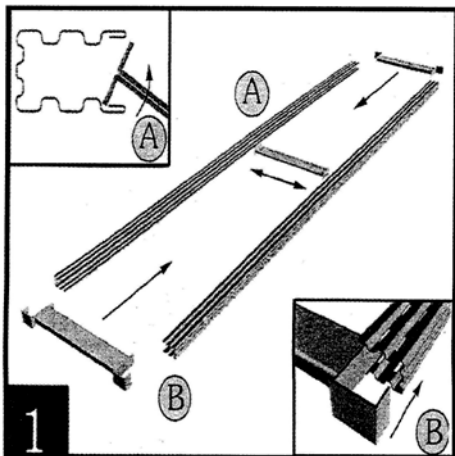

РИС. 1. Сборка стоек (рам)
1. Взять сойку и металлические стяжки, вставьте поперечину, стяжки опоры в первый паз от загнутого края стойки (А), аналогичным способом вставьте во вторую стойку параллельно первой. Вставьте с торцов стоек стяжки опоры (В) и получите спаренную стойку (раму) - (рис. 1).